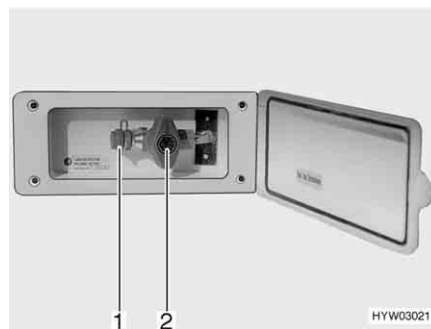

Bild 159 Extern gasanslutning, gasavstängningsventilen stängd
Den externa gasanslutningen (Bild 159) befinner sig på fordonets högra sida.
- Anslut den externa gasapparaten till anslutningar (Bild 159,1).
- Öppna gasavstängningsventilen (Bild 159,2).